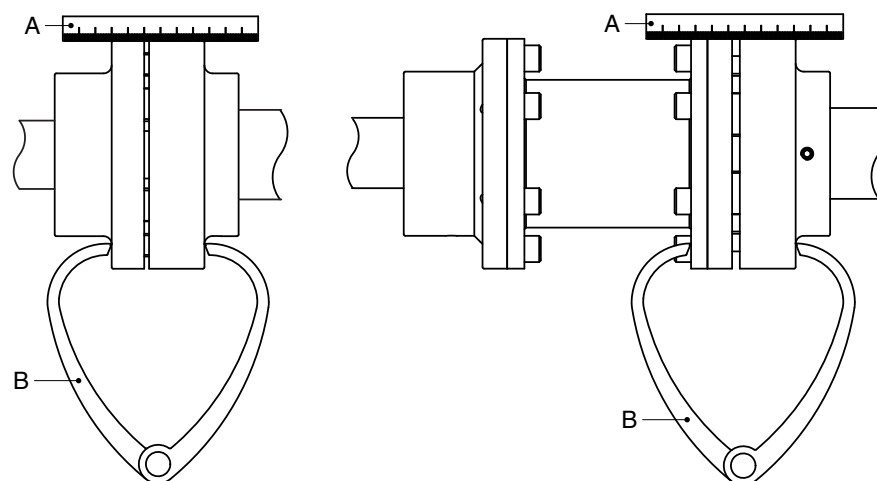

Figura 8: Alineación del acoplamiento utilizando una regla y un par de calibres de espesores externos.
- 1 Coloque una regla (A) sobre el acoplamiento. Coloque o quite los calzos de cobre necesarios para situar el motor eléctrico a la altura correcta de manera que la regla de estímetro toque ambas mitades de acoplamiento en toda su longitud, véase figura 8.
- 3 Vuelva a comprobar la alineación utilizando un par de calibres de espesores externos (B) en 2 puntos diametralmente opuestos de ambos lados de las mitades de acoplamiento, consulte figura 8.